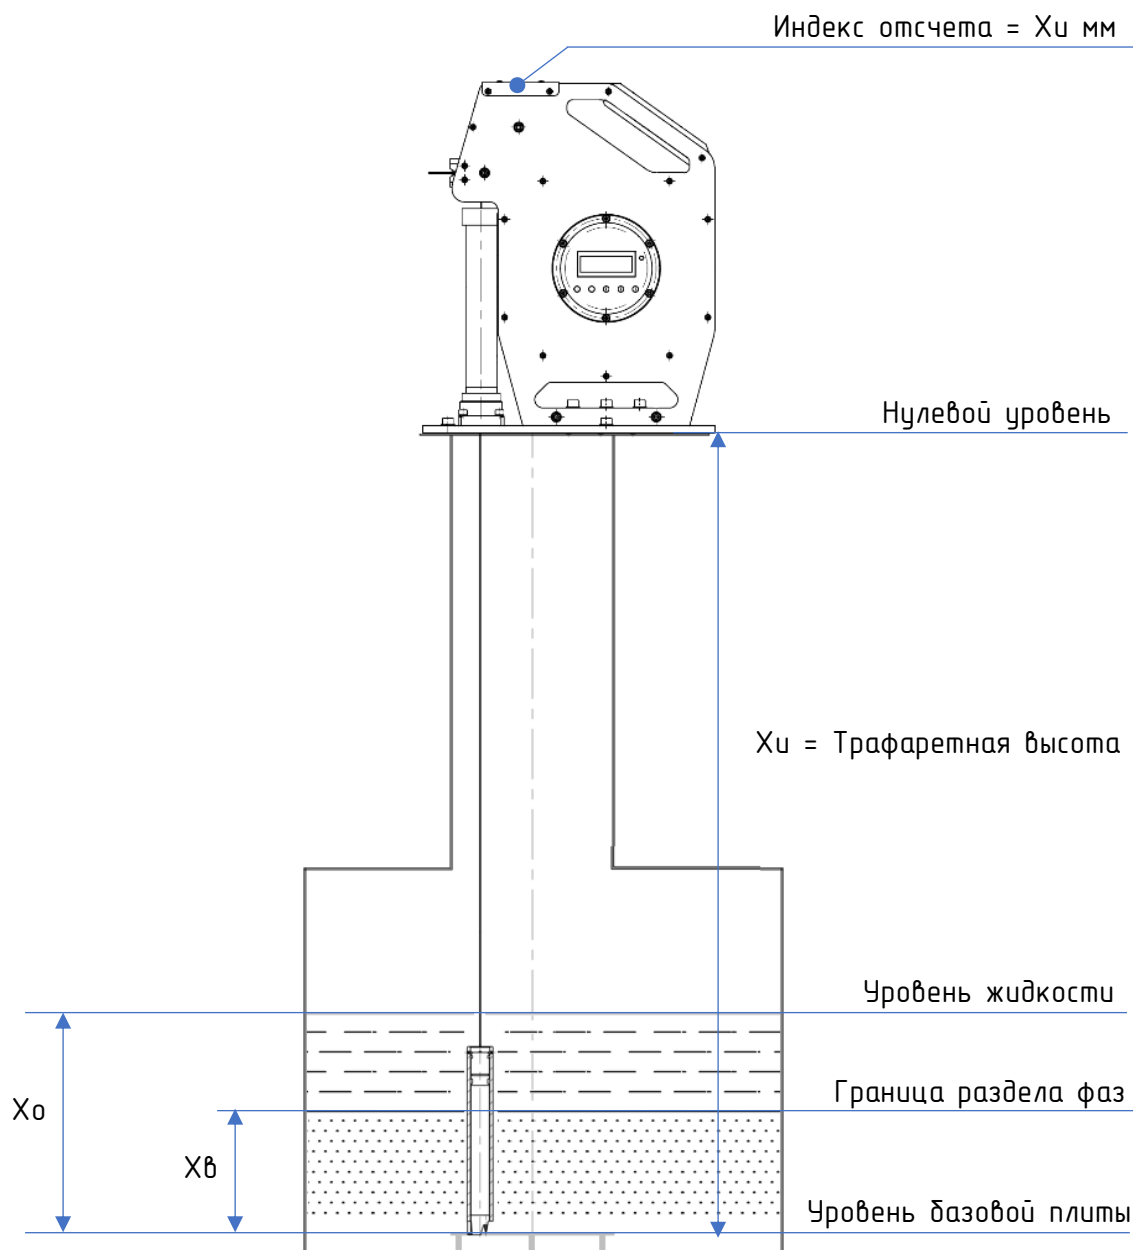

Рисунок 19 – Измерение трафаретной высоты резервуара
В Приборе реализована поддержка 2 языков: Русского и Английского. Изменение языков доступно в окне информации, как показано расстояние (см. Рисунок 19) на рисунке 16.
3. Когда измерительный зонд достигнет заглубленной/базовой плиты резервуара, индекс отсчета покажет некоторое расстояние (см. Рисунок 19). Точное расстояние от плиты до индекса отсчета равно сумме: показание +4 мм (или показание + 5/32”), которое